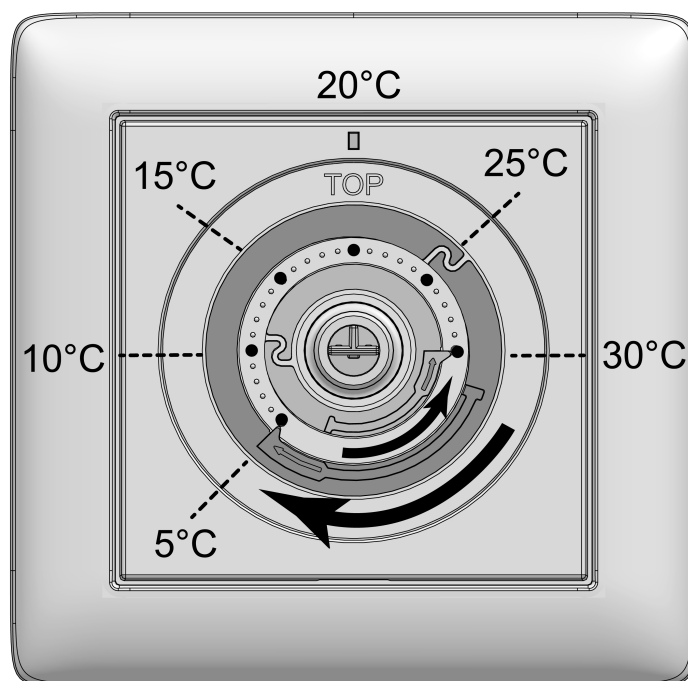

Bild 4: Einstellringe zur Temperaturbegrenzung
In Mittelstellung regelt das Gerät auf ca. 20 °C Solltemperatur. Die dabei erreichte Raumtemperatur ist vom Einbauort des Gerätes und den Umgebungsbedingungen abhängig. Die geringste Solltemperatur beträgt ca. 5 °C und die höchste Solltemperatur ca. 30 °C (siehe Bild 4).
- Bedienknopf (5) von der Zentralplatte (4) abziehen, so dass die Einstellringe (7) sichtbar sind (siehe Bild 4). Die im Bild dargestellten Temperaturwerte dienen der Orientierung.